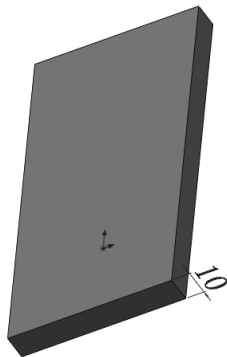

图 10-132 生成拉伸特征
2) 单击“特征”控制面板中的（拉伸凸台/基体）按钮，或选择“插入”→“凸台/基体”→“拉伸”菜单命令，在“深度”文本框中输入值“10”，然后单击（确定）按钮，结果如图 10-132 所示。
3) 单击图 10-132 中的上表面，然后单击“前导视图”工具栏中的（正视图于）按钮，将该表面作为绘图图形的基准面。在此表面上绘制一个成型工具草图，如图 10-133 所示。